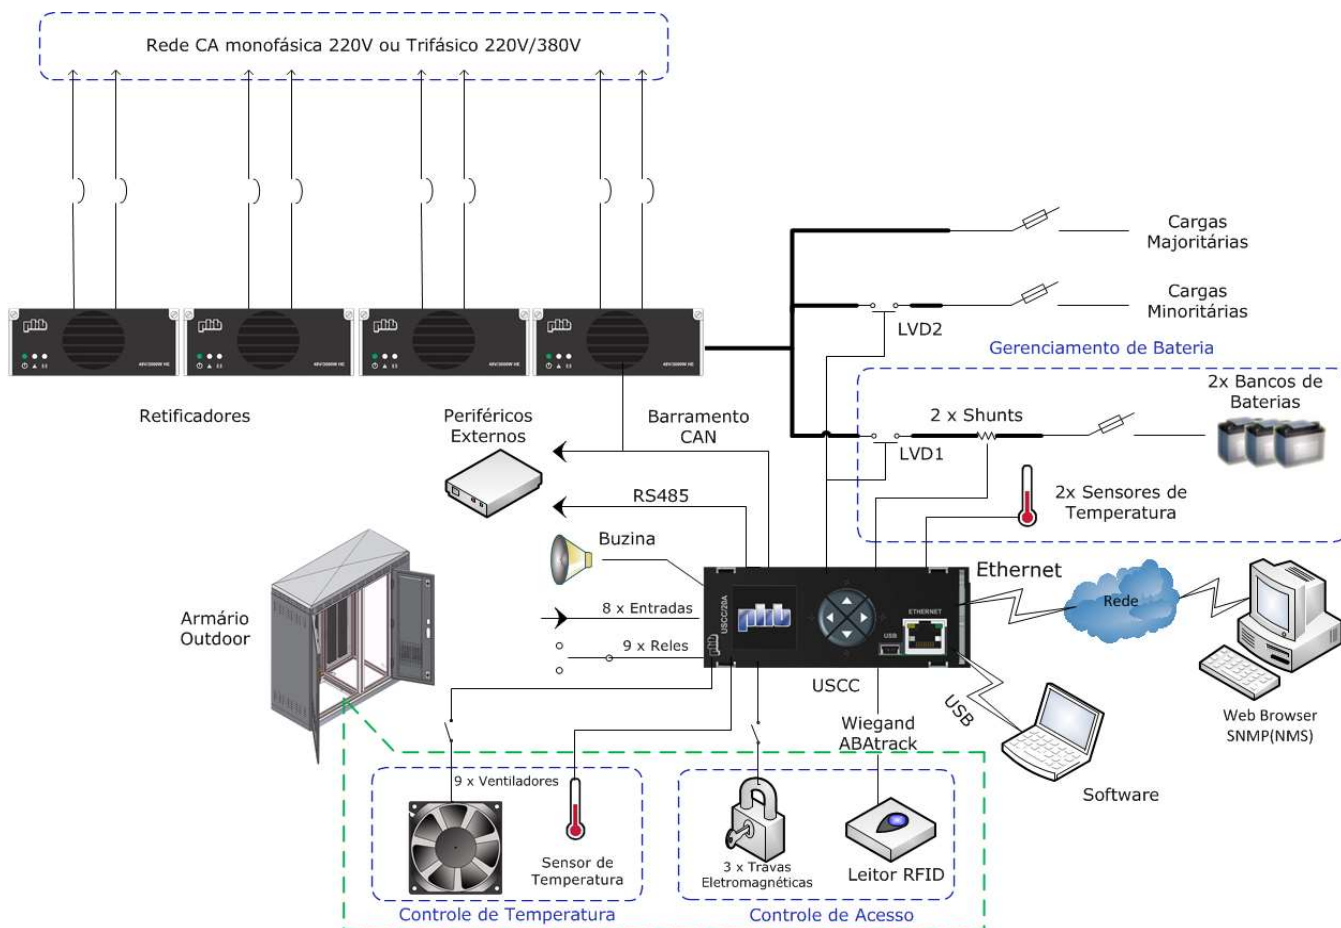

Figura 1 - Diagrama de blocos simplificado.
O Sistema de Retificadores (SR) modelo SR200A-48V/27 é composto por Unidades Retificadoras (URs) de alta eficiência > 96% e compactação, Unidade de Supervisão (US) com flexibilidade de gerenciamento e Quadro de Distribuição e Desconexão, dispostos em sub-bastidor de 19" de 4U de altura. Apresenta um layout modular que propicia facilidade de operação e manutenção. Basicamente, o SR pode ser ilustrado pelo diagrama de blocos apresentado na figura 1.